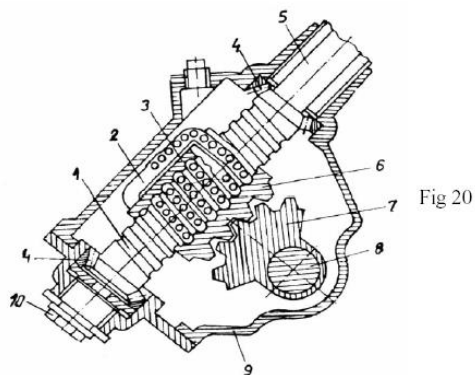

Fig 20
- Transmisii la care mișcarea prin frecare de alunecare este înlocuită cu frecarea prin rostogolire (fig 20) ;